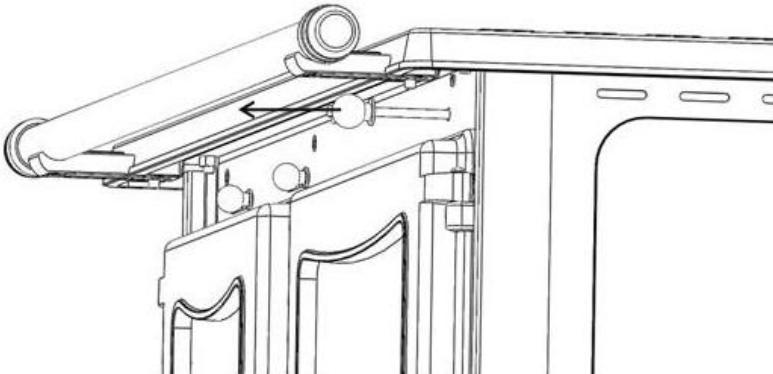

Рисунок.5
- в момент появления жара, в топку поместите более толстую древесину, закрыть дверцу, тяга уменьшится на половину, а ручку регулятора потока газов необходимо вернуть в начально положение.(Рисунок.5).
1. для розжига и приготовления пищи, необходимо вытянуть ручку к себе. Так же ручку стоит вытягивать при добавлении нового количества топлива (Рис.5)